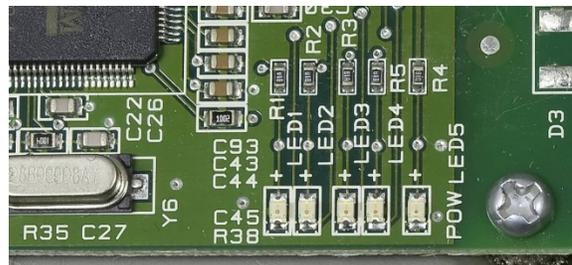

Abbildung 3-31: Position der Daten-LEDs am ACD500 (oben) und Detail (unten)
6. Behalten Sie die LEDs auf der Hauptplatine des ACM500 im Auge, wie in der Abbildung 3-31 dargestellt. Wenn das ACM500 ordnungsgemäß angeschlossen und der IND560x korrekt programmiert sind, blinken die LEDs.